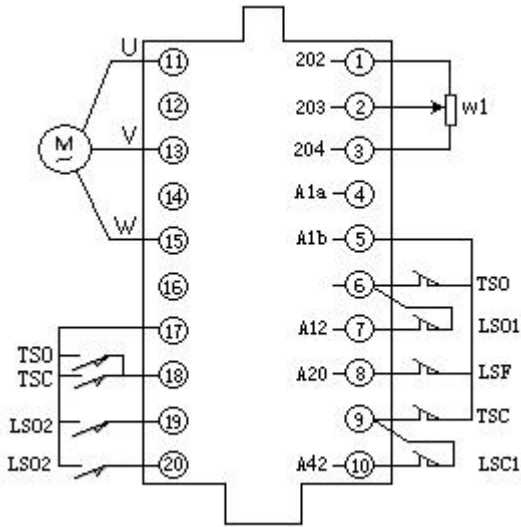

图 13 Z10-Z30 型插件接线图
- (a) Z10—Z30 采用的是接插件，其接线见图 13；